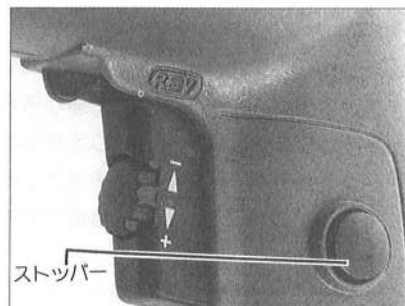

図5
④ストッパーのかけかた
- 連続運転で作業するときにはスイッチを引いた状態でストッパーを押して下さい。スイッチを切るときはもう1度スイッチを引きますとストッパーがはずれます。 図5参照